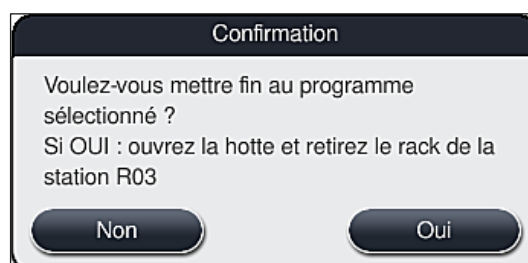

Fig. 93
5. Dans le message d'information suivant (→ "Fig. 93"), confirmer l'interruption du programme par la touche **Oui** ou appuyer sur **Non** pour revenir à l'affichage d'état du processus.
Il faut impérativement respecter les informations contenues dans le message (→ "Fig. 93").